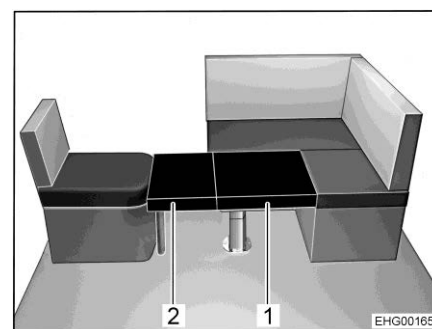

Fig. 112 Dopo la trasformazione
La dinette a L può essere trasformata insieme al sedile singolo laterale e il tavolo rialzabile spostabile in un letto aggiuntivo. Al fine di creare la superficie utile, servono inoltre due cuscini aggiuntivi. Uno dei cuscini aggiuntivi (Fig. 112,2) è dotato di un supporto per i piedi ribaltabile e un angolo di supporto. L'altro cuscino aggiuntivo (Fig. 112,1) viene posato sul piano del tavolo.
- Aprire i supporti per i piedi del cuscino aggiuntivo piccolo (Fig. 112,2).
- Agganciare gli angoli di supporto del cuscino aggiuntivo (Fig. 112,2) al sedile singolo e appoggiare il cuscino aggiuntivo sul piano del tavolo.
- Posare il secondo cuscino aggiuntivo (Fig. 112,1) sul piano del tavolo.